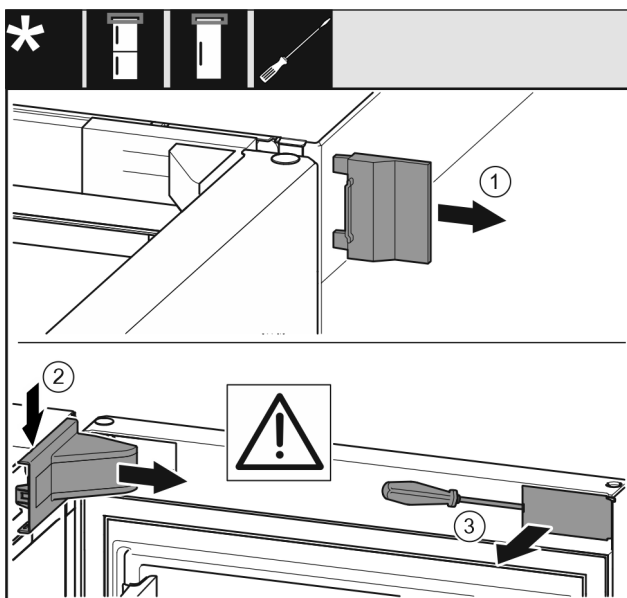

Fig. 14
- ▶ Snemite zunanji pokrov. Fig. 14 (1)
- ▶ Snemite in odstranite pokrov ležajnega podstavka. Snemite pokrov ležajnega podstavka. Fig. 14 (2)
- ▶ S ploščatim izvijačem staknite zaslonko in jo obrnite na stran. Fig. 14 (3)